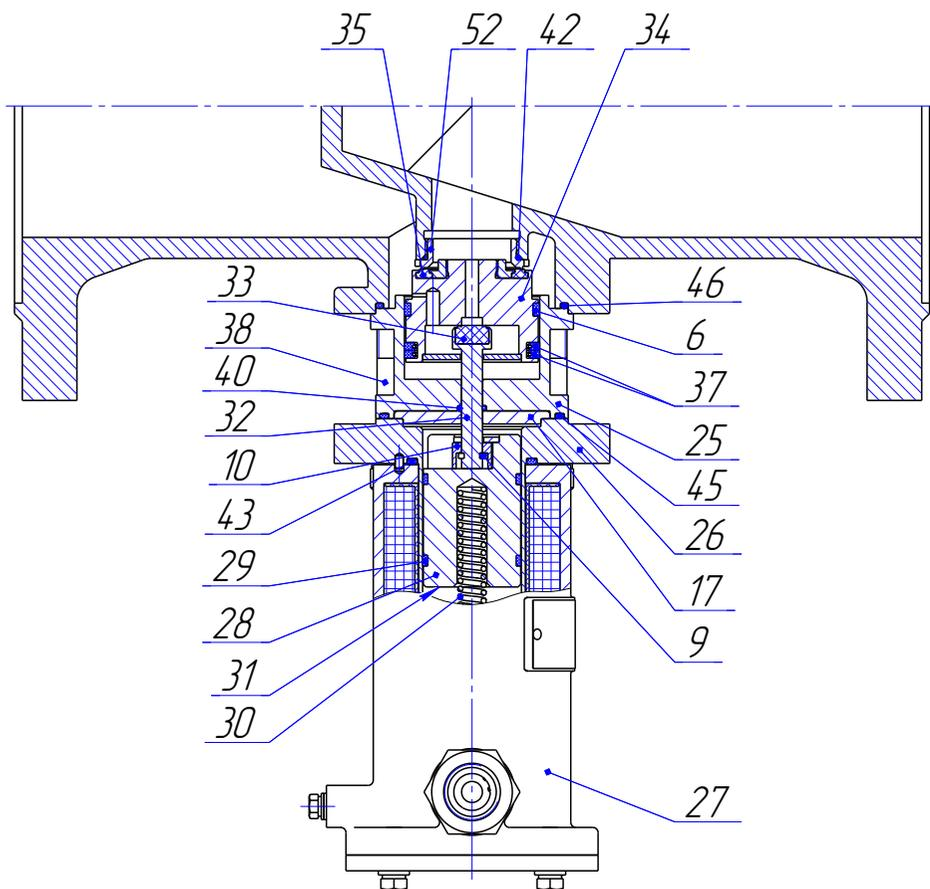
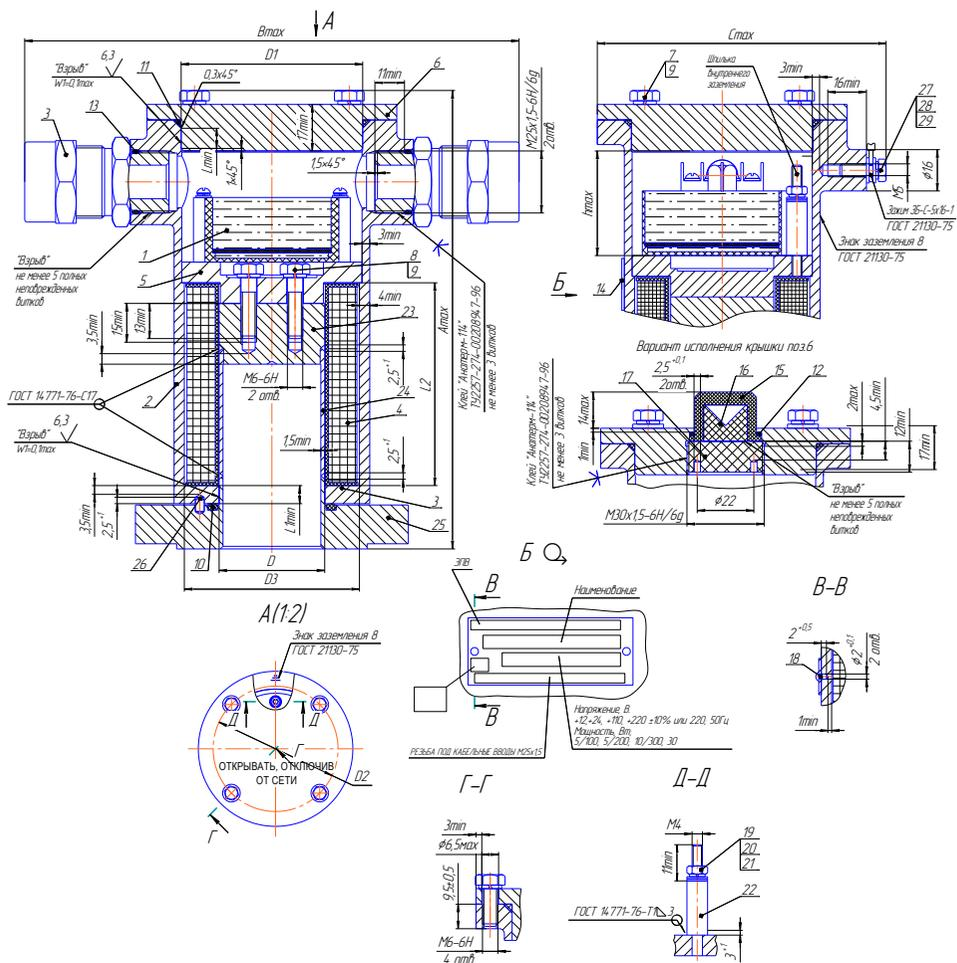

Рисунок 1, г – Устройство клапана.
Рисунок 3. Привод. Чертеж средств взрывозащиты
Клапан состоит из следующих основных узлов и деталей (см. рис. 1, б, в): корпуса 1, камеры 2, разделительной трубки 3, электромагнитного привода 4, сердечника 5 с направляющими кольцами 6, возвратной пружины 7 и шайбой 8, скобы 9, втулки 10, штока 11 с уплотнительной вставкой 12, затвора 13 с направляющими кольцами 14, 15 и компрессионными кольцами 16, вкладыша 17.
Рисунок 1а – Клапан. Общий вид
Обозначения на рис. 1б,в: **1**–корпус(Сталь 10X18Н9Л ГОСТ 977-88), **2,25**–камера(Сталь 14X17Н2 ГОСТ 5632-72), **3,26**–трубка разделительная(Сталь 12X18Н10Т ГОСТ 5632-72/14X17Н2 ГОСТ 5632-72), **4,27**–электромагнитный привод (см.рис.3)), **5,28**–сердечник (Сталь 14X17Н2 ГОСТ 5632-72), **6,14,15,16,29,37**–кольцо (фторопласт Ф4К20 ТУ 6-05-1413-76), **7,49,30**–пружина (Проволока ВО-2 ТУЗ-1002-77), **8,31**–прокладка (Сталь 12X18Н10Т ГОСТ 5632-72), **9**–скоба (Сталь 12X18Н10Т ГОСТ 5632-72), **10**–втулка (Сталь 12X18Н10Т ГОСТ 5632-72), **11,19**–шток (Сталь 12X18Н10Т ГОСТ 5632-72), **13**–затвор (Сталь 14X17Н2 ГОСТ 5632-72), **17**–вкладыш (Сталь 14X17Н2 ГОСТ 5632-72), **17**–втулка (Сталь 14X17Н2 ГОСТ 5632-72), **20**–ручка (термопласт) **21**–гайка (Сталь 14X17Н2 ГОСТ 5632-72), **22**–фланец (Сталь 09Г2С ГОСТ19281-89), **23**–болт А2 DIN933), **24,38**–винт (А2 DIN127), 39-50- кольца уплотнительные (резиновая смесь. Марка в зависимости от исполнения), **51,52**–вставка (Сталь 14X17Н2 ГОСТ 5632-72), датчик конечных положений затвора рис.5.
Электромагнитный привод (ЭПВ) представляет собой электромагнит постоянного тока со схемой управления режимом работы и состоит (см. рис.3) из корпуса 2 с двумя кабельными вводами и крышкой 6, катушки 4, прижимного фланца 5 и электронного блока управления 1 (модуль СФУ).
**6.2.4 Датчик конечных положений затвора СЕНС-ДКП** предназначен для определения положения затвора клапана без подачи напряжения питания на привод клапана. Схема управления датчика положения построена на микроконтроллере, который определяет положение штоков (см. рис.1 в,г) 11, 32 жестко связанных с подвижными затворами клапана 13, 34 и выдает сигналы на два твердотельных реле с одним общим контактом. В положениях затвора клапана «открыт» или «закрыт» – замкнут общий контакт и контакт реле, соответствующего текущему положению. Схема датчика положений показана на рисунке 8.
- заключения его электрических цепей во взрывонепроницаемые металлические оболочки по ГОСТ ИЕС 60079-1. Взрывоустойчивость оболочек проверяется при изготовлении испытаниями избыточным давлением 1,5 МПа. Сопряжения деталей, обеспечивающих взрывозащиту показаны на чертежах средств взрывозащиты (рисунок 3, 4, 5). На поверхностях, обозначенных "Взрыв" не допускаются раковины, забоины, вмятины, ржавчина, чернота, наличие краски и другие дефекты.
7.2.2 Присоединить питающий кабель к приводу в последовательности (см. рис.3, 4, 7):